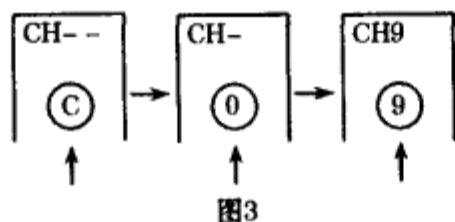

图3
①滚动键：按遥控器数字键“1”，再按节目号码上或下， $\wedge$ 或 $\vee$ （称：滚动键），当地所有频道的电视节目都能收到。首次调试可用此法来检查改机后，究竟能收多少套节目。
②双位键：使用“双位键”和“节目号码0~9”可选择两位数节目号码。如：“12”时，则依次按动“-/-” $\rightarrow$ “1” $\rightarrow$ “2”键。
③直选频道法：按遥控器“C”键，再按二位数字键，选出你所需的频道。如：选择广播发射频道号码“9”时，所显示的CH9是第9频道，方法如图3所示。屏幕显示如图4所示。